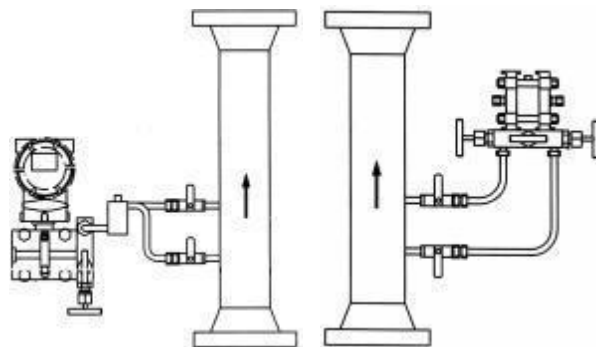

图 7：液体与蒸汽流量测量
① 图 7 所示：在水蒸汽和液体介质流量测量时，差压变送器安装在垂直管道低端取压口一侧，且垂直安装在低於取压口的三阀组板垂直端面。